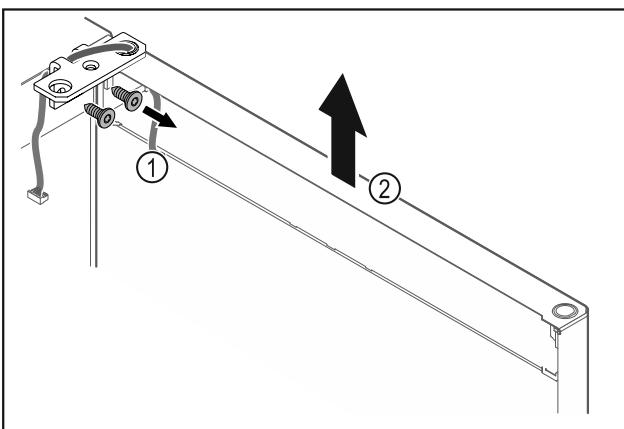

Fig. 25
- ▶ Dévisser l'équerre de la charnière Fig. 25 (1).
- ▶ Soulever la porte (équerre de charnière incluse) Fig. 25 (2) d'environ 200 mm (7.87 in) et la retirer.